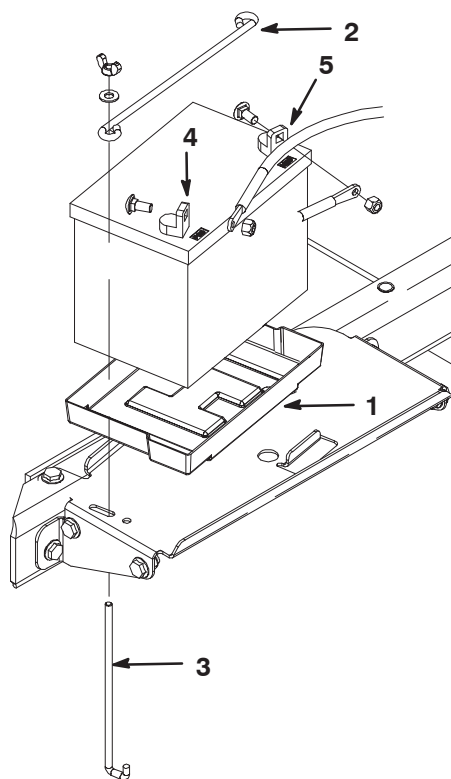

Figure 5
8. Insérez la batterie dans le support de son logement (Fig. 5) en veillant à tourner les bornes vers l'extérieur.
9. Fixez la batterie au fond de son logement avec une tige horizontale et (2) tiges verticales, (2) rondelles plates et (2) écrous papillons (Fig. 5).
10. Commencez par fixer le câble positif (rouge) à la borne positive (+) de la batterie au moyen d'un boulon et d'un écrou (Fig. 5). Fixez ensuite le câble négatif (noir) à la borne négative (-) de la même manière (Fig. 5). Placez le capuchon protecteur sur la borne positive pour éviter les courts-circuits.